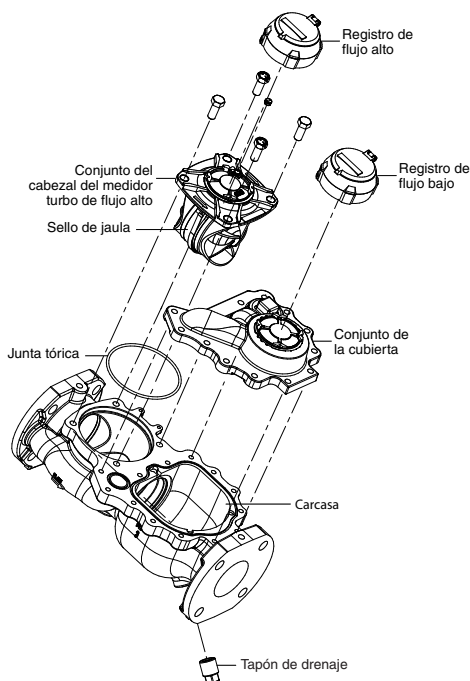

Figura 8: Extracción del conjunto del cabezal del medidor turbo de flujo alto
Una instalación típica estaría equipada con válvulas de tuberías y drenaje. Para revisar y reemplazar componentes del conjunto del cabezal turbo de flujo alto, cierre las válvulas aguas arriba y aguas abajo. Sin embargo, si la instalación no tiene una válvula de drenaje, proceda como se indica a continuación para aliviar la presión. Consulte la Figura 8 en la página 12.
4. Quite el anillo de retención que sujeta la placa de accionamiento de la calibración ubicado debajo del imán del portador del imán (vea la Figura 8). Quite la placa de accionamiento. Haga girar el anillo de calibración hasta que la clavija despeje la ranura de la jaula. Sostenga la cubierta cónica/aletas enderezadoras y hágala/s girar en el sentido de las agujas del reloj. Tire del conjunto de la cubierta cónica hacia afuera de la pieza de inserción del elemento de medición. Quite el conjunto del rotor.
Una instalación típica estaría equipada con válvulas de tuberías y drenaje. Para revisar y reemplazar componentes del lado de flujo bajo, cierre las válvulas aguas arriba y aguas abajo. Sin embargo, si la instalación no tiene una válvula de drenaje, proceda como se indica a continuación para aliviar la presión. Consulte la Figura 8 en la página 12.